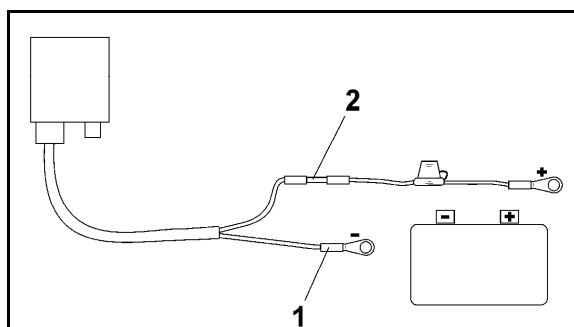

Bild 4
4. Anslut den blå kabeln (jord) till det lösa ringstycket (Bild 4/1).
6. För in den bruna kabeln (+ 12 Volt) i hylsan (Bild 4/2)
8. Värm skarven (Bild 4/2) med en varmluftspistol eller tändare tills limmet kommer ut